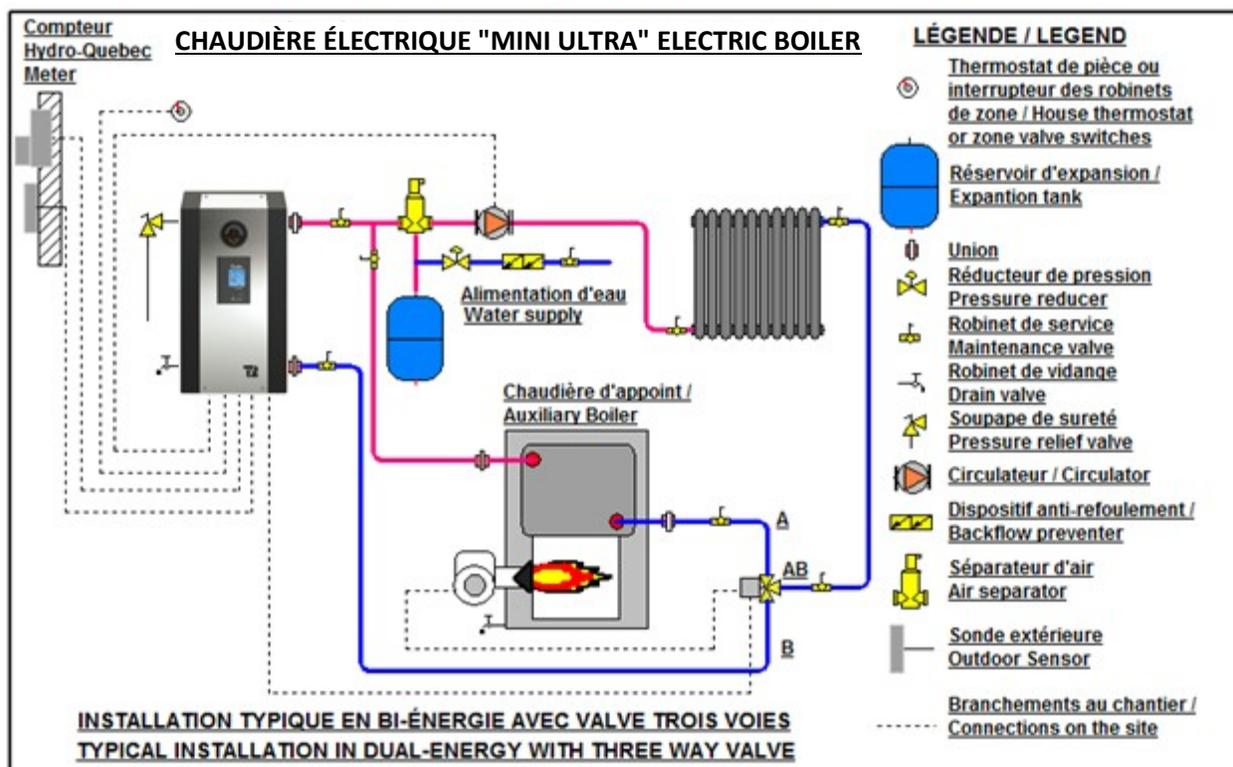

Figure 7 : Installation bi-energie avec valve 3 voies (modèles USA seulement)
- Si l'installation est telle qu'illustrée à la fig.7 donc sans valve trois voies : installer un câble à 2 conducteurs de calibre 18 entre les terminaux « **AUX** » de la chaudière BTH ULTRA et le **TT** de la chaudière auxiliaire.